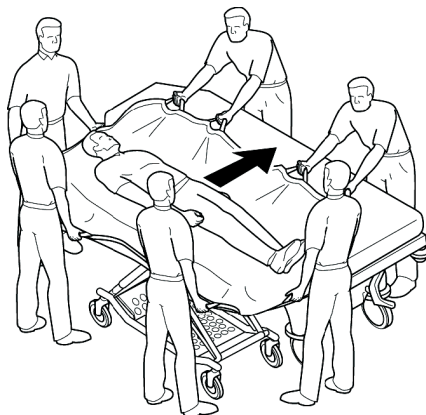

Abbildung 4
5. Den Patienten mit der Transfermatte von einer Fläche zur anderen überführen, wie in Abbildung 4 dargestellt.